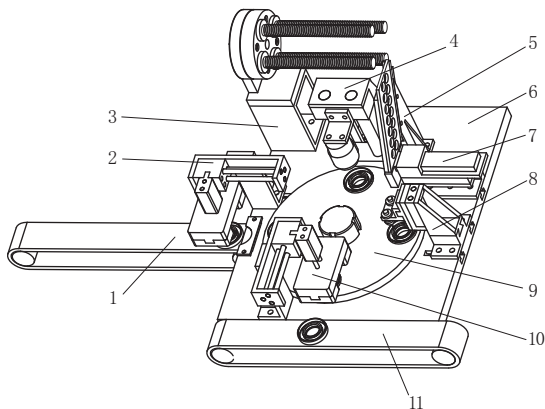

图1 自动装簧机的结构示意图
(1) 传入功能。由工件抓取机构实现。该机构先夹持油封, 再将其送到圆形工作转盘的第 1 工位。根据功能要求设计的转盘有 4 个工位。如图 1 所示, 工件抓取机构将待加工工件夹住后, 放在转盘第 1 工位上。